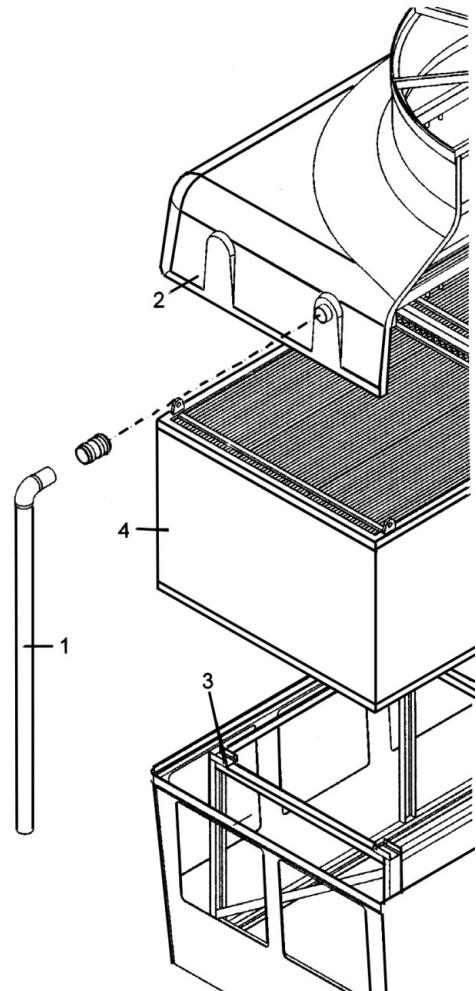

Fig. 23
1. Disassemble the secondary circuit impulse pipe. (fig 23/1).
2. Remove the hood. (fig. 23/2).
3. Remove the 4 screws fastening the coil to its support. (fig 23/3).
4. Remove the coil. (fig 23/4).
1. Démonter le tuyau d'arrivée du circuit secondaire (fig. 23/1).
2. Démonter le chapeau (fig. 23/2).
3. Enlever les quatre vis de fixation de la batterie à son support (fig. 23/3).
4. Démonter la batterie (fig. 23/4).
1. Desmontar el tubo de impulsión del circuito secundario. (fig. 23/1).
2. Desmontar la caperuza. (fig. 23/2).
3. Quitar los 4 tornillos de sujeción del serpentín a su soporte (fig. 23/3).
4. Desmontar el serpentín (fig. 23/4).